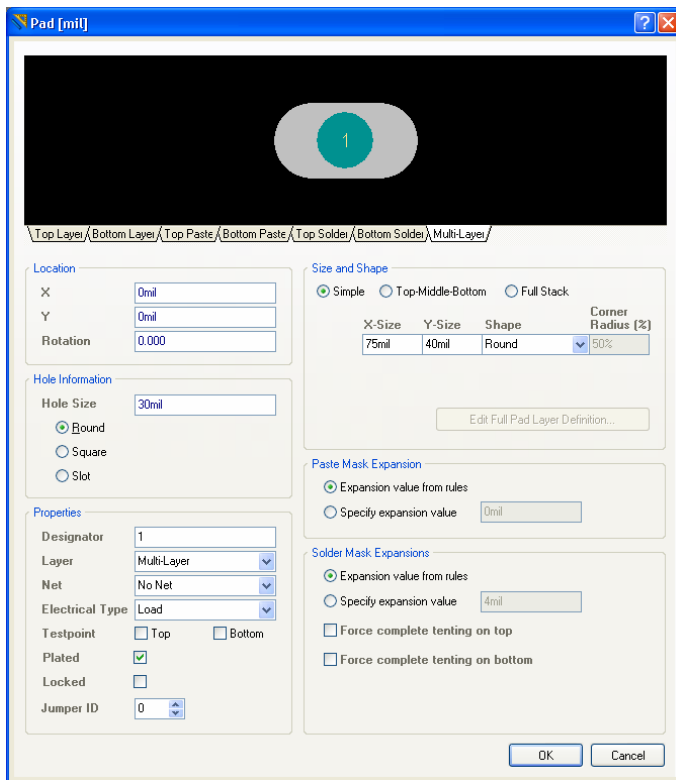

図45 最初のパッドを配置する前にパッド属性を設定
1. **Place** » **Pad** [ショートカット **P, P**] を選択するか、 ツールバーボタンをクリックします。パッドがカーソル上に表示されます。最初のパッドを配置する前に、**TAB** キーを押してパッド属性を定義します。Pad ダイアログが表示されます (図 45)。
2. ダイアログの各領域を編集します (図 45)。これで、伸びたパッドが作成されました。